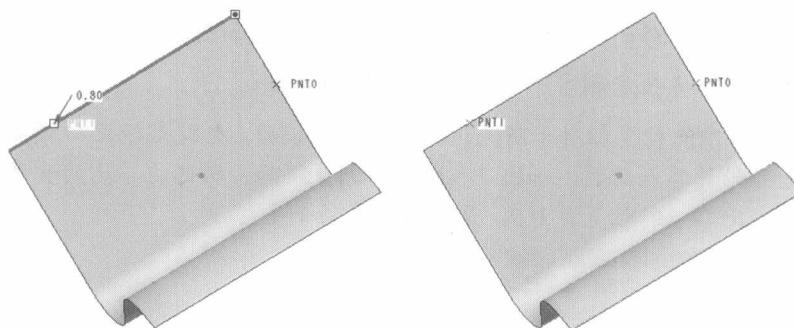

图 2-9 预览创建完成的基准点
**Step3:** 单击对话框中的**确定**按钮即可完成基准点创建,如果还需要创建其他点可以直接单击对话中的**新点**按钮,在同一条边界或者其他边界上单击即可,如输入“0.8”,单击鼠标中键确定,预览创建完成的两处基准点,如图 2-9 所示。